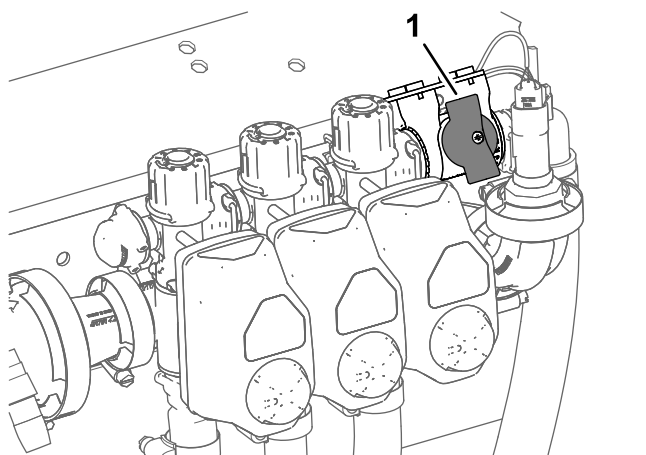

図 42
2. 個別ブームバイパス停止バルブのノブを「閉」位置にする 図 42。